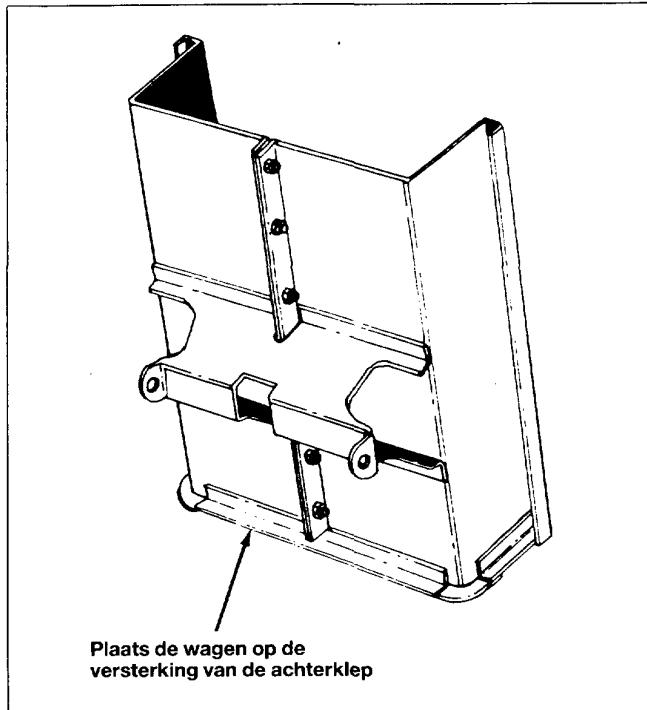

Fig. 7
12. De wagen optillen en met de versterkingen van de achterklep op de grond plaatsen. Montere overeenkomstig punt 13 tot en met 21. Zie fig. 7.